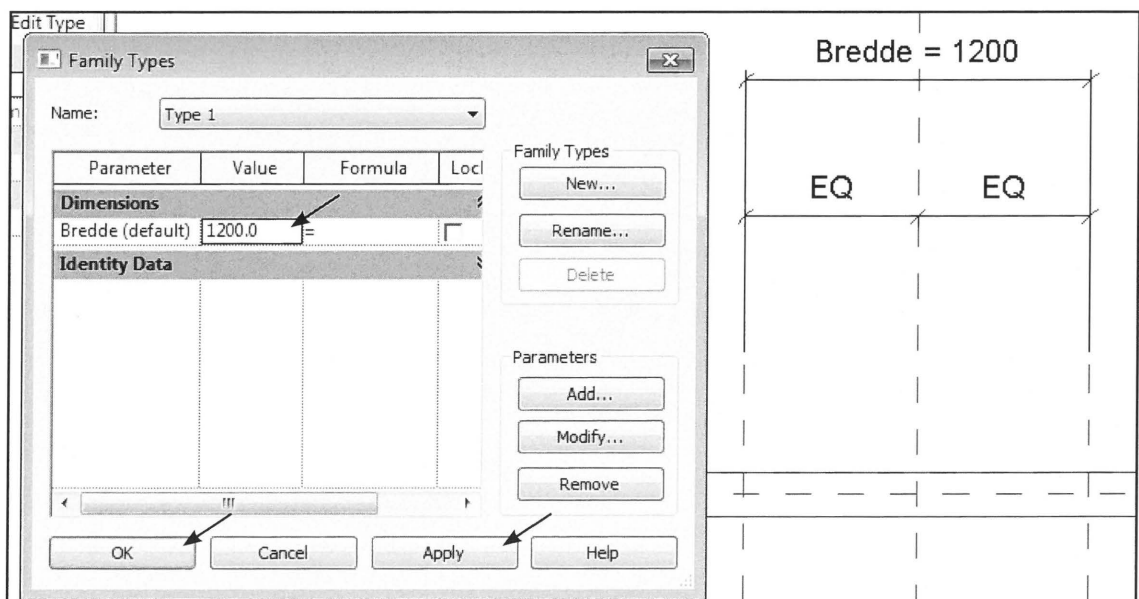

Fig. 08.81. Afprøv parameteren.
- Afprøv om parameteren virker (Fig. 08.81). Klik *OK*, hvis den virker som den skal.